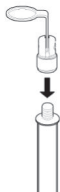

рис. 1
1. Навинтите микрофонный зажим ЗМ-01 на прочную, устойчивую стойку (рис. 1).